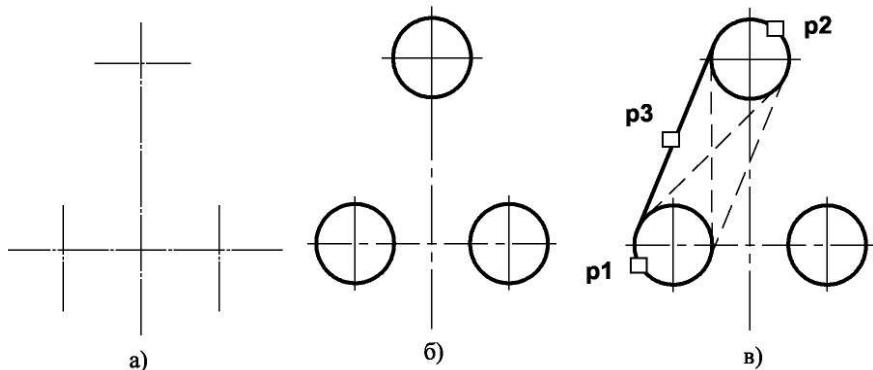

Рис. 2.1. - Построение касательных к двум окружностям
Построение касательных к двум окружностям заданных радиусов представлено на рис. 2.1. Вначале рекомендуется изобразить осевые линии, задающие центры окружностей (см. рис. 2.1а). Далее необходимо изобразить сами окружности, к которым строится касательная прямая (рис. 2.1б).
2) Указать графическим курсором произвольную точку (точка **p1**) на первой окружности, к которой должна быть проведена касательная прямая (рис. 2.1 в).
3) Указать графическим курсором произвольную точку (точка **p2**) на второй окружности, к которой должна быть проведена касательная прямая (рис. 2.1 в).
4) Выбрать курсором нужную касательную на графической зоне и щелкнуть по кнопке - **Создать объект** панели специального управления (точка **p3**) (рис. 2.1 в).